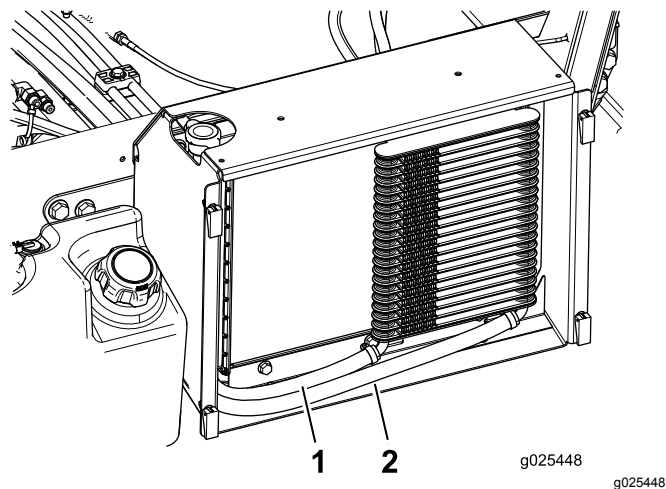

Figura 18
7. Instale as mangueiras compridas no refrigerador como se mostra na Figura 18.